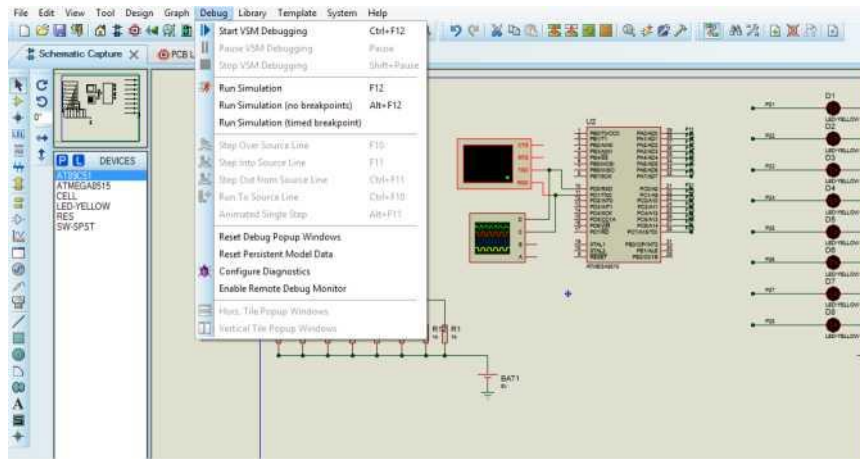

Рисунок 3
2. Далі натискаємо Start VSM Debugging (рисунок 3).